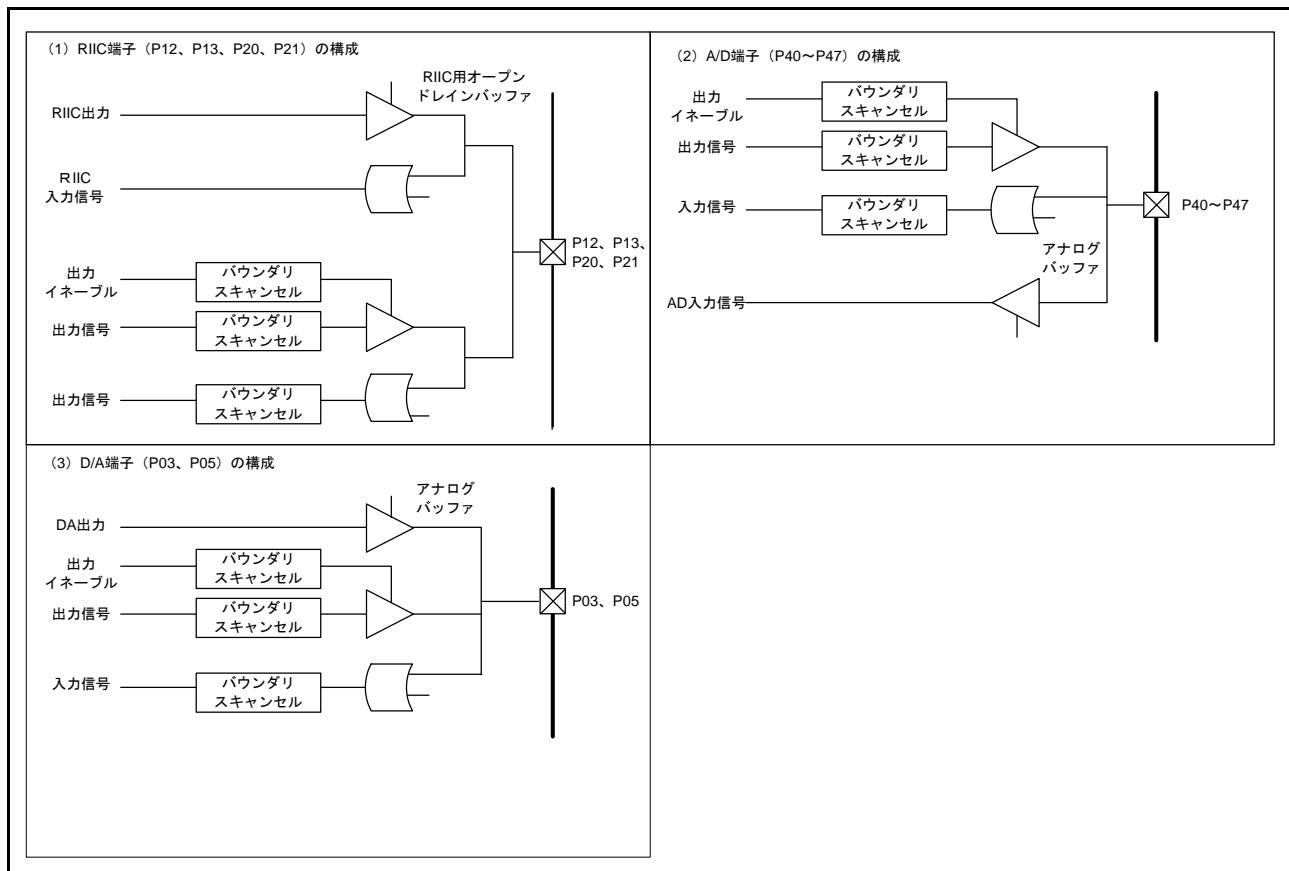

図 40.4 各端子の構成
- (5) リセット端子 (RES#) はバウンダリスキャンの対象外です。
- (6) USB 専用端子 (USB0_DP, USB0_DM, USB1_DP, USB1_DM) はバウンダリスキャンの対象外です。
- (7) オンチップエミュレータイネーブル端子 (EMLE) はバウンダリスキャンの対象外です。
- (8) バウンダリスキャン端子 (BSCANP) はバウンダリスキャンの対象外です。
- (9) CNVSS 端子はバウンダリスキャンの対象外です。
- (10) バウンダリスキャンの端子 (TCK, TMS, TRST#, TDI, TDO) はバウンダリスキャン対象外です。
- (11) バウンダリスキャン機能は、以下のとき、使用できません。
- (12) オープンドレイン機能付き端子を、オープンドレイン機能有効として使用した場合、バウンダリスキャン機能で出力のスキャンレジスタを 1、出力イネーブルレジスタを 1 に設定し、EXTEST 命令、CLAMP 命令、SAMPLE/PRELOAD 命令のいずれかを実行すると端子はハイインピーダンスではなく、High 出力になります。
- (13) P12、P13、P20、P21 の端子構成を図 40.4 (1) に示します。P12、P13、P20、P21 を RIIC 端子 (SDA0、SDA1、SCL0、SCL1) として使用した場合、バウンダリスキャン機能をご使用の際は、オープンドレイン出力との衝突、回り込みに注意してください。
- (14) P40～P47 の端子構成を図 40.4 (2) に示します。P40～P47 を AD 入力 (AN0～AN7) として使用した場合、バウンダリスキャン機能をご使用の際は、AD 入力との衝突、回り込みに注意してください。
- (15) P03、P05 の端子構成を図 40.4 (3) に示します。P03、P05 を DA 出力 (DA0、DA1) として使用した場合、バウンダリスキャン機能をご使用の際は、DA 出力との衝突、回り込みに注意してください。